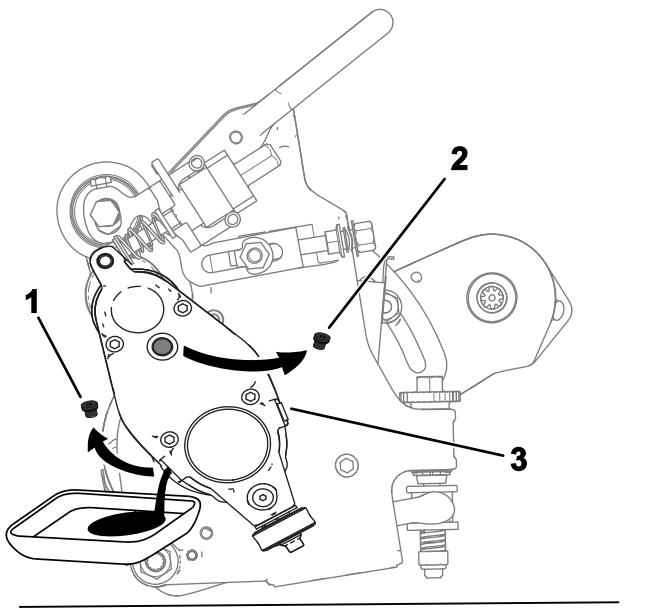

Figura 23
5. Incline hacia atrás la unidad de corte (tal y como se muestra en la Figura 23) hasta que el puerto de vaciado se encuentre en la parte inferior, para garantizar un vaciado completo.